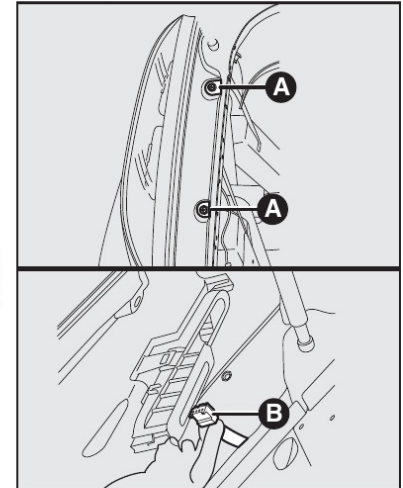
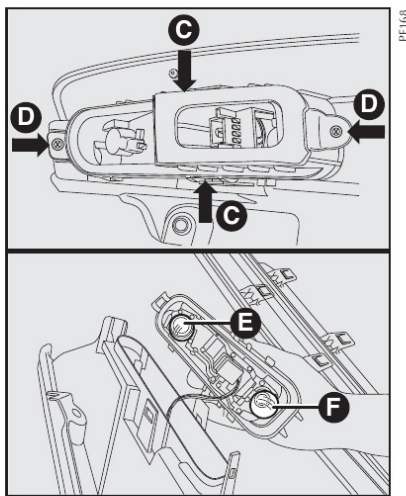

fig. 23
fig. 24
## GRUPOS ÓTICOS TRASEIROS - fig. 23 e fig. 24
- Retirar os parafusos de fixação **A-fig. 23**;
- Retirar o porta-lâmpada destravando-o nos pontos **C-fig. 24** e retirando os parafusos **D-fig. 24**;
- Desconectar o conector elétrico **B-fig. 23** e remover o grupo ótico;